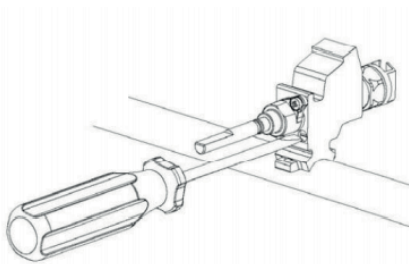

Fig. 10A
- Inserir pequena chave de fenda no orifício no corpo da válvula (Fig.10A) e girar o parafuso de ajuste para a direita e esquerda para ajustar a chama mínima do queimador